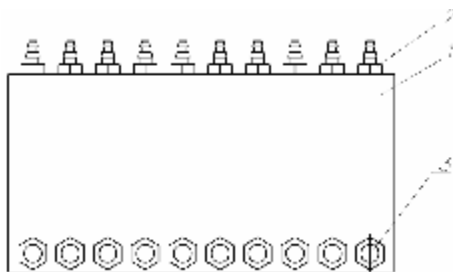
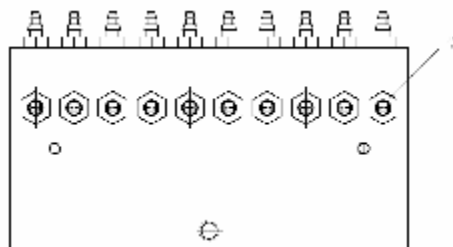

Рис. 2 (вид спереди)
Рис. 3 (вид сзади)
2. Блок расхода БР (Рис. 2, Рис. 3) является конструктивно законченным элементом, предназначенным для распределения воздуха в десять кабельных оболочек и измерения расхода в каждой из них. БР состоит из следующих частей: алюминиевый блок **1**, выходные штуцера **2**, регулировочные вентили **3**, датчики расхода воздуха **4**, заглушки.